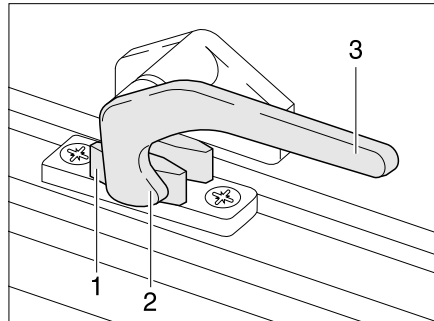
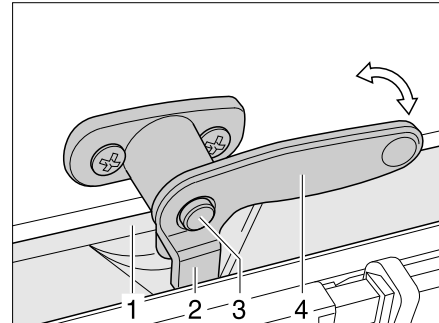

Fig. 70 Levier de verrouillage en position "fermée"
Fig. 71 Levier de verrouillage avec bouton de sécurité en position "fermée"
- Si présent, enfoncer le bouton de sécurité (Fig. 71,3) et le maintenir enfoncé.
- Tourner le levier de verrouillage (Fig. 70,3 ou Fig. 71,4) d'un quart de tour vers le centre de la fenêtre.
- Tourner le levier de verrouillage (Fig. 70,3 ou Fig. 71,4) d'un quart de tour vers le cadre de la fenêtre. Le tenon de verrouillage (Fig. 70,2 ou Fig. 71,2) se trouve sur le côté intérieur du verrouillage de fenêtre (Fig. 70,1 ou Fig. 71,1).
- En position "Fermée" (Fig. 70)